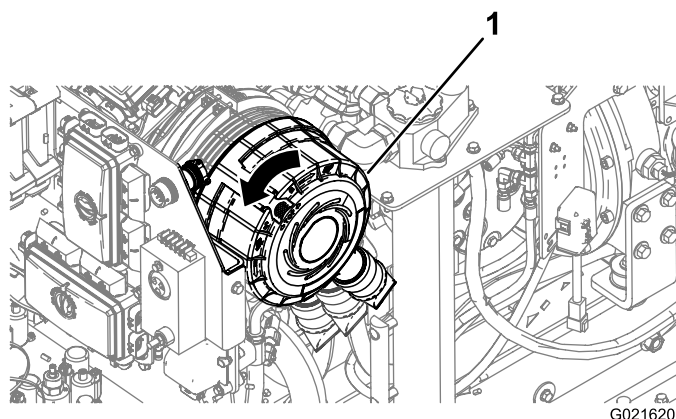

Рисунок 79
6. Поверните крышку фильтра против часовой стрелки, чтобы противопылевая крышка была в положении «на 4 часа» (Рисунок 79).
4. Поверните крышку фильтра воздухоочистителя по часовой стрелке, чтобы противоположная крышка была в положении «4 часа» (Рисунок 79).
5. Нажмите защелку на крышке фильтра воздухоочистителя в направлении вовнутрь, чтобы она полностью зафиксировалась на своем месте (Рисунок 79).